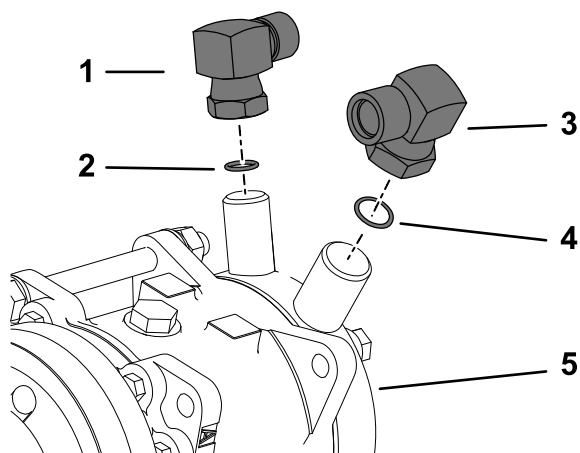

Figura 43
1. Montate il raccordo ad angolo retto (7/8 poll.) e un O-ring (taglia 8) nel foro di bassa pressione o aspirazione sulla pompa dell'aria condizionata (Figura 43).
3. Montate il raccordo ad angolo retto (3/4 poll.) e un O-ring (taglia 10) nel foro di alta pressione o scarico sulla pompa dell'aria condizionata (Figura 43).